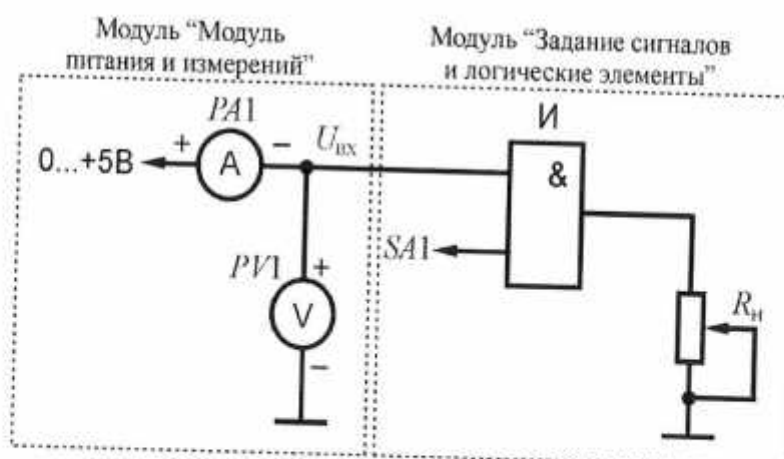

Рис. 2.2. Схема электрическая соединений лабораторных модулей для изучения входной характеристики логического элемента И
7. Согласно рис. 2.2 выполнить электрические соединения модулей для изучения входной характеристики логического элемента И. Монтаж схемы производить при отключенных автоматических выключателях и переключателях питания.